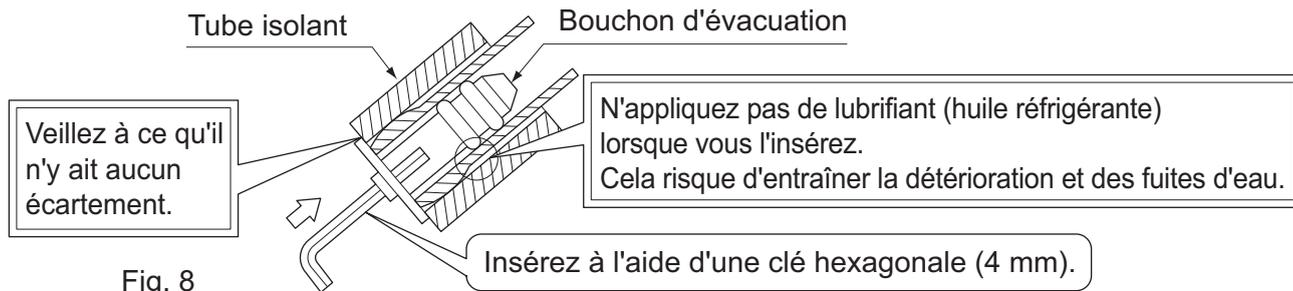

Fig. 8
- Enlevez le bouchon d'évacuation, la conduite isolante et le flexible d'évacuation du bac de récupération et changez-les de place. **(Reportez-vous à la Fig. 8)**
- Raccordez d'avance le tuyau de réfrigérant local en le faisant coïncider avec les marques des tuyaux de liquide et de gaz gravées sur la plaque d'installation (1).